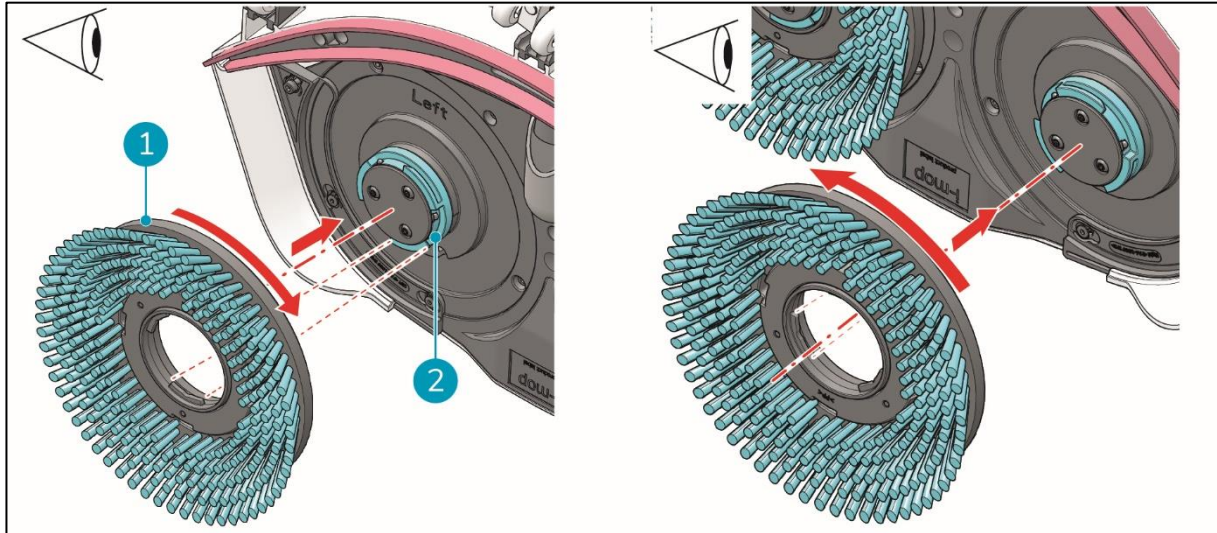

Figure 10
3. Alignez le pinceau gauche (Figure 10, pos. 1) avec le disque gauche du moteur (Figure 10, pos. 2). Alignez les loquets et les découpes du balai et du disque moteur.